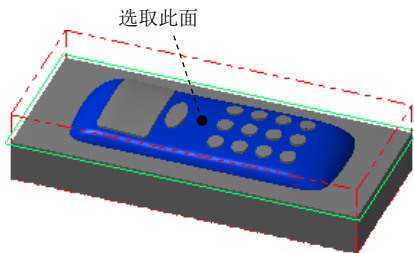
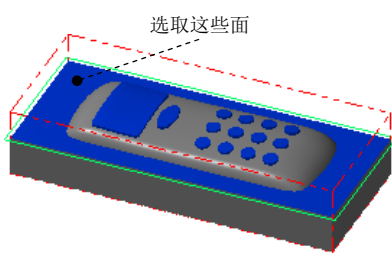

图 24.21 选取加工面
图 24.22 选取干涉面
Step2. 设置加工区域。在图形区中选取图 24.21 所示的曲面，然后按 Enter 键，系统弹出“刀具路径的曲面选取”对话框。单击 **检测** 区域中的 按钮，在图形区中选取图 24.22 所示的曲面（共 36 个面），单击 按钮完成干涉面的选取，此时系统返回至“刀具路径的曲面选取”对话框。单击 按钮，系统弹出“曲面精加工环绕等距”对话框。